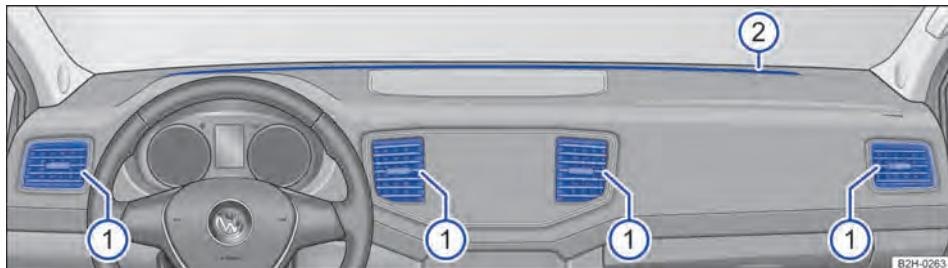

Fig. 87 No painel de instrumentos: difusores de ar.
→ Fig. 87 ①.
Legenda para → Fig. 87: